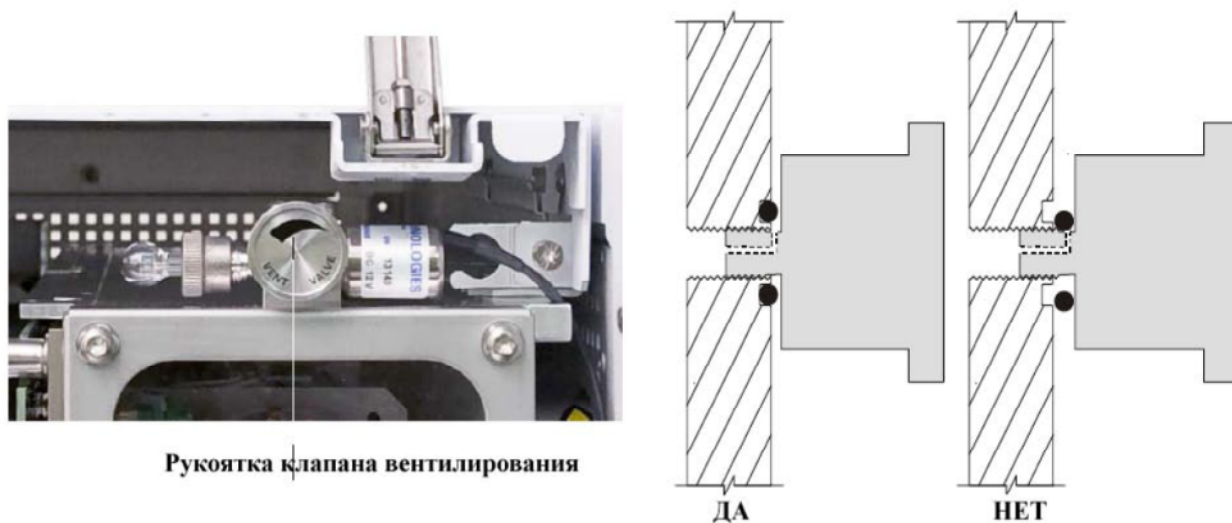

Рисунок 20 Вентилирование МСД
- 6 Поверните рукоятку клапана вентилирования (Рисунок 20) против часовой стрелки *только* на 3/4 оборота, или пока вы не услышите шипящий звук воздуха, входящего в камеру анализатора.